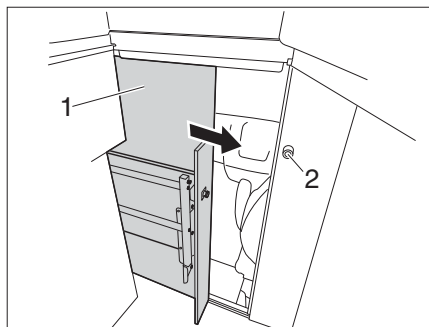

Bild 55 Lås förarhytt
- Stäng dörren (Bild 55,1) tills den går i lås.
- Vrid handtaget (Bild 55,2) motsols tills dörren är låst.
- Vrid handtaget (Bild 55,2) medsols tills dörren är upplåst.
- Skjut upp och säkra dörren (Bild 55,1).